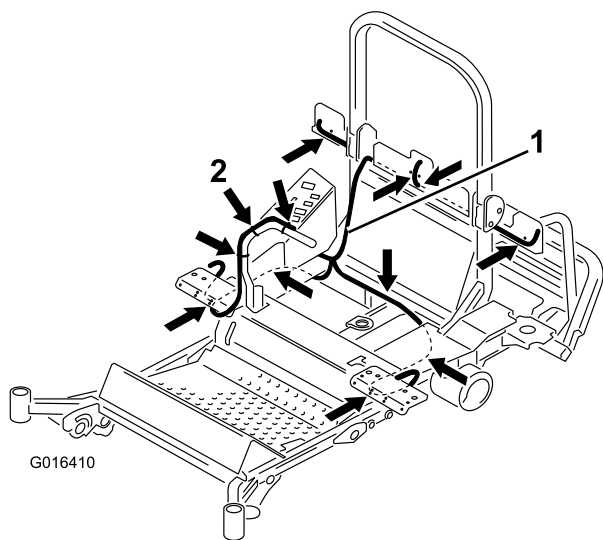

Bild 16
2. Verlegen Sie den Kabelbaum an der Maschine: Nach oben zwischen der Seite des Tanks, der Trennwand und entlang der Rückplatte (Bild 16).
- Verlegen Sie den Kabelbaumzweig entlang und unter der hinteren Querstrebe und durch das Chassis am Hinterrad (Bild 16).
- Verlegen Sie den letzten Zweig des Kabelbaums mit Anschlüssen durch das rechte Chassis am Hinterrad zum Scheinwerfer (Bild 16) zum Kombinationsschalter und der rechten Lampe und dem Blinker (Bild 12).
- Befestigen Sie den Kabelbaum, wie in Bild 16 dargestellt.
- Befestigen Sie den Kabelbaum mit einer Kabelbinde am Fahrtriabshebel und stellen Sie sicher, dass das Kabel genug Spiel hat, sodass der Hebel vorwärts- und rückwärts bewegt werden kann (Bild 16).
- Befestigen Sie den Kabelbaum mit Kabelbinden, wie mit den Pfeilen in Bild 16 dargestellt.